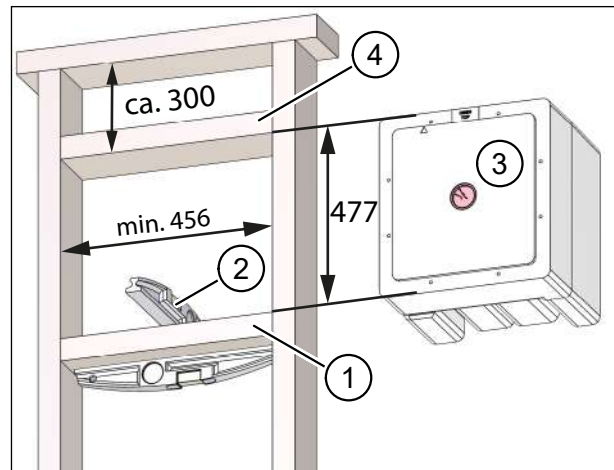

Abb. 8: Aufnahme für Montageset in Ständerkonstruktion erstellen – Maße in Millimeter
- Der untere Riegel (Pos. 1 in Abb. 8) dient als Auflager.
- Kontrollieren Sie mit einer Wasserwaage (Pos. 2 in Abb. 8), dass der untere Riegel exakt horizontal ausgerichtet ist. Nur so ist gewährleistet, dass eventuell anfallendes Kondensat durch das 2°-Rohrgefälle im Montageset (Pos. 3 in Abb. 8) nach außen abgeführt wird.
- Der obere Riegel (Pos. 4 in Abb. 8) dient zur Fixierung des Montagesets.
- Mit einem vertikalen Abstand von 477 mm zwischen unterem und oberem Riegel wird das Montageset optimal fixiert (siehe Abb. 8). Sie können das Montageset während der Befestigung der Riegel probeweise einsetzen, um sicherzugehen, dass das Montageset passgenau sitzt.